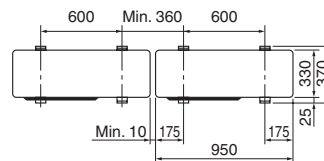

Fig. 3-1
- Upewnij się, że urządzenie jest umieszczone na solidnym, równym podłożu, chroniącym przed powstawaniem odgłosu klekotania podczas pracy. (Fig. 3-1).